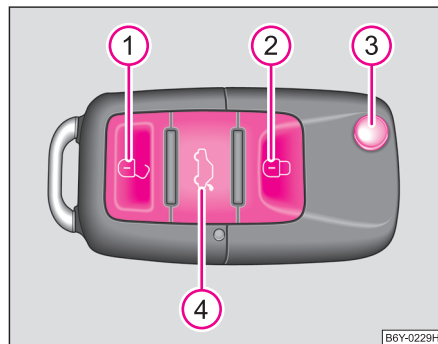

Fig. 27 Llave con radiotelemando
- Pulsar la tecla ④ durante aprox. 1 segundos ⇒ fig. 27.